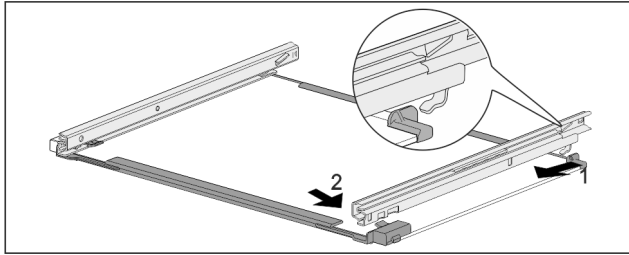

Fig. 151 Стеклопанель с направляющими
- ▶ Зацепите направляющую сзади. Fig. 151 (1)
- ▶ Защелкните направляющую спереди. Fig. 151 (2)